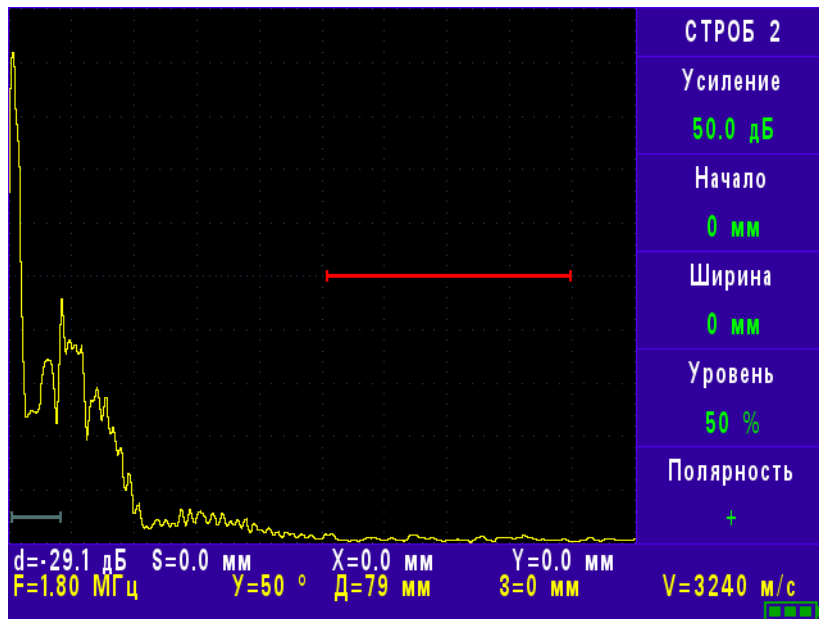

Рис. 5.9
5.5.5. Меню «СТРОБ 2» аналогично меню «СТРОБ 1» (рис. 5.9).